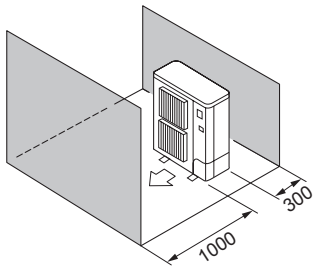

Fig. 2-10
- ⑤ Takistused ainult ees ja külgedel (Fig. 2-10)